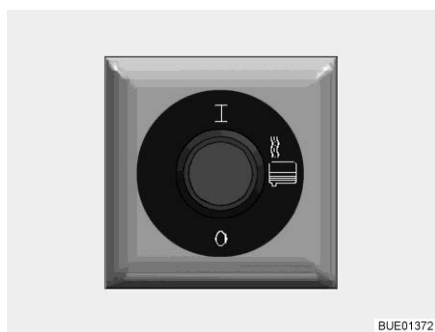

Fig. 283 Interrupteur pour le chauffage des eaux usées
- Allumer : ■ Appuyer sur la partie supérieure de l'interrupteur (Fig. 283). Le chauffage des eaux usées est allumé et empêche que les composants chauffés ne gèlent.